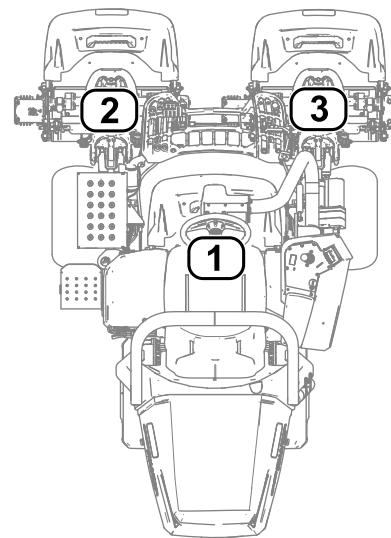

Figura 25
- 1 se refiere a la unidad de corte central (Figura 25)
- 2 se refiere a la unidad de corte delantera izquierda (Figura 25)
- 3 se refiere a la unidad de corte delantera derecha (Figura 25)